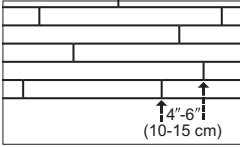

Figura 4
- Es importante alternar los extremos de los tabloncillos en hileras contiguas a un mínimo de 4"-6" (10-15 cm) siempre que sea posible (Figura 4). Esto ayudará a garantizar un aspecto general más favorable del piso.
- Es necesario escalar las juntas finales de hileras contiguas a un mínimo de 4"-6" (10-15 cm) en donde sea posible, para garantizar un aspecto general más positivo (Figura 4).
- Verifique que los bordes y extremos de cada tablón hayan encajado bien y estén ajustados. Las juntas de extremo de las hileras adyacentes deberán escalonarse a 4"-6" (10-15 cm) siempre que sea posible, para garantizar un aspecto general más favorable (Figura 4).